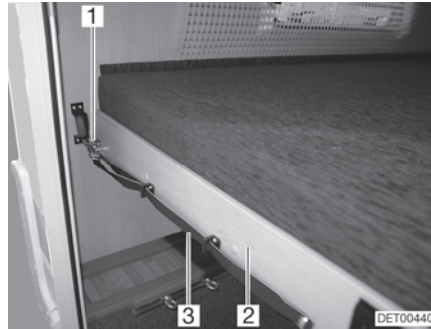

Bild 89 Etagenbett (Heck)
- An der Schlaufe (Bild 89,3) ziehen und den Riegel (Bild 89,1) lösen.
- Den Lattenrost (Bild 89,2) mit der Matratze nach vorn ziehen, bis er einrastet.